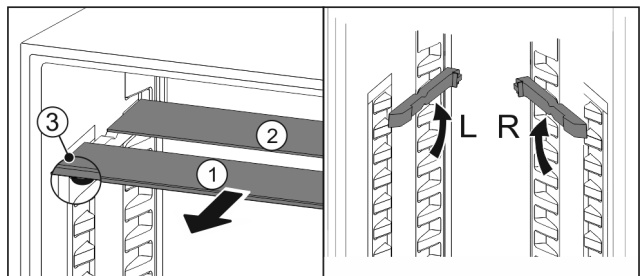

Fig. 72
- ▶ Посуньте Fig. 72 (1) скляну панель вперед.
- ▷ Скляна панель Fig. 72 (1) з декоративною планкою лежить спереду.
- ▷ Стопори Fig. 72 (3) показують вниз.